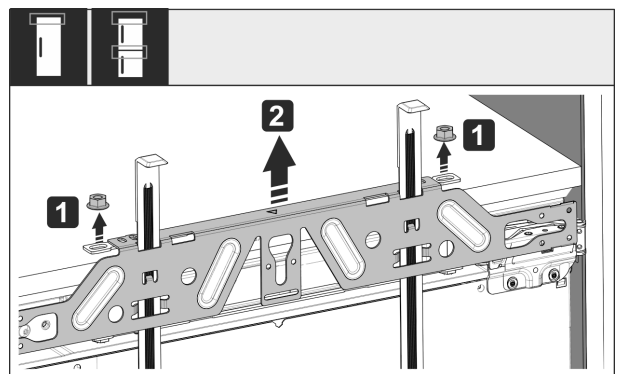

Fig. 56
- ▶ Avaa vastamutterit Fig. 56 (1).
- ▶ Irrota asennuskehys Fig. 56 (2).